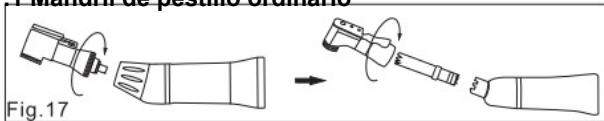

Fig.17
1) Afloje el manguito de acoplamiento en sentido antihorario y retire el cabezal y el eje de transmisión (Fig. 17).